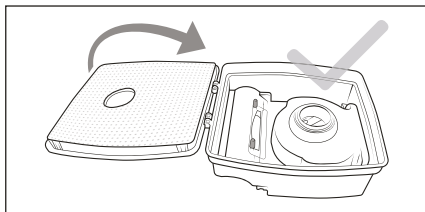

Bild 11
- 7) Sätt fast EPA-filtret **7** på dammbehållarens **12** lock och stäng locket (se bild 11).